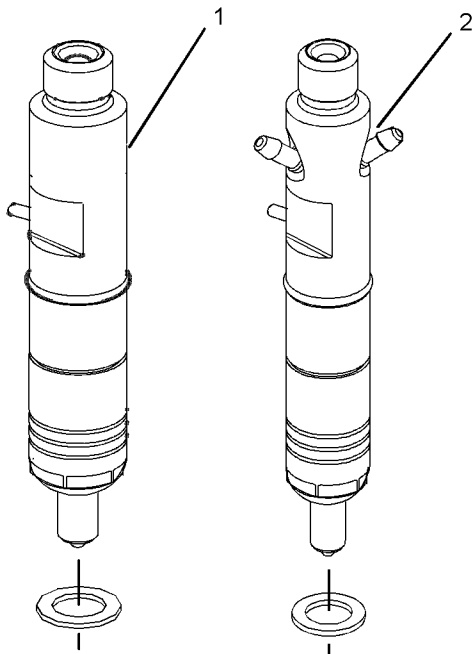

Ilustración 35
El inyector de combustible (1) en la ilustración 35 no tiene retorno de combustible. El inyector de combustible (2) tiene un retorno de combustible.